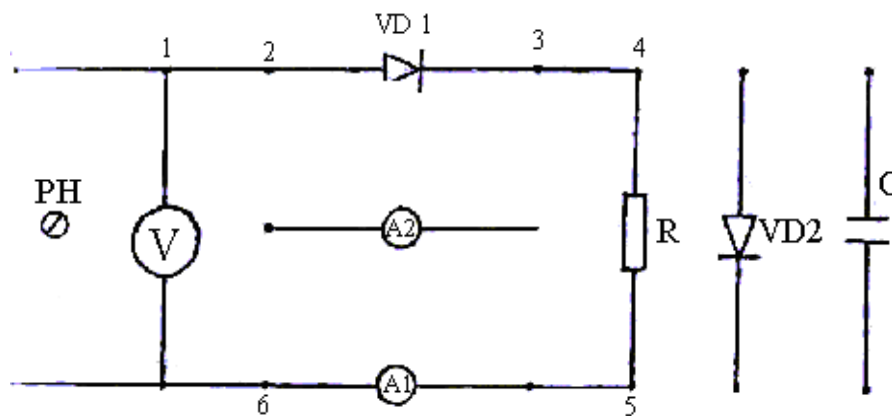

Рис.5
Схема установки для дослідження *p-n* переходу зображена на рис.5
1. Зібрати схему (рис.5). Під'єднати до клем (5) і (6) міліамперметр A_1 і з'єднати з клемою (1) і (2), а також (3) і (4). Регулятор напруги РН встановити в крайнє положення, обертаючи проти годинникової стрілки.
1. В схемі (рис.5) під'єднати до клем (5) і(6) мікроамперметр А₂ і, змінивши напрям струму в *p-n* -переході, для чого з'єднати провідниками клем (1) і (3); (2) і (4). РН встановити в нульовому положенні. Ввімкнути живлення, збільшуючи вхідну напругу через 1 В (від 0 до 8 В) вимірювати силу зворотного струму I_{зв}. Результати занести до таблиці 2. Вимкнути живлення. Розібрати схему.